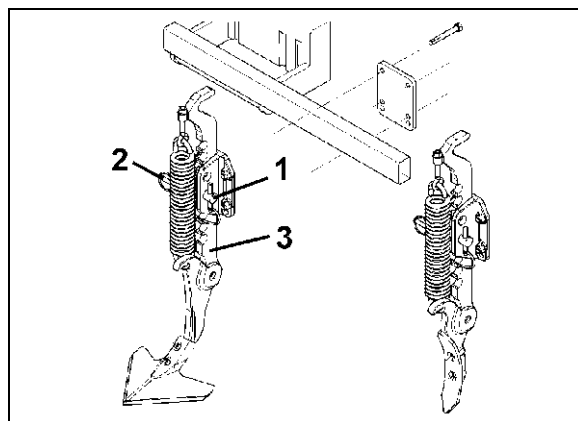

Fig. 29
3. Indstil arbejdsdybden ved at flytte bolten (Fig. 29/1) i sporløsnernes fortanding (Fig. 29/3) og sikr med ringsplit (Fig. 29/2).